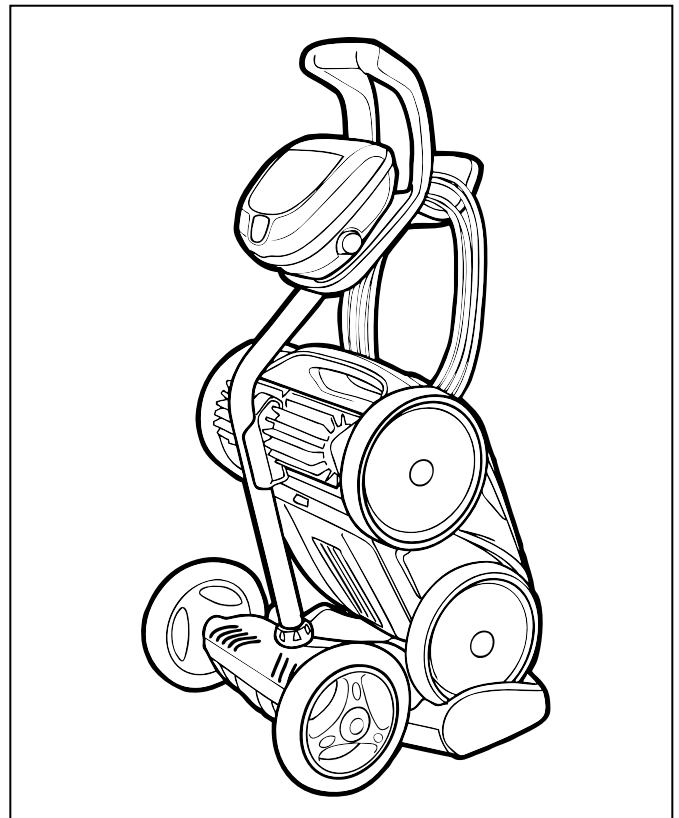

Figure 23. Nettoyeur rangé correctement sur le chariot
2. Placer le robot nettoyeur en position verticale sur la base du chariot et le fixer à l'attache (Figure 23).
5. Enrouler le câble sans serrer en commençant au robot nettoyeur et en allant vers le point de raccordement du module de commande. Ranger le câble en l'enroulant autour du crochet situé à l'avant du chariot (Figure 23).